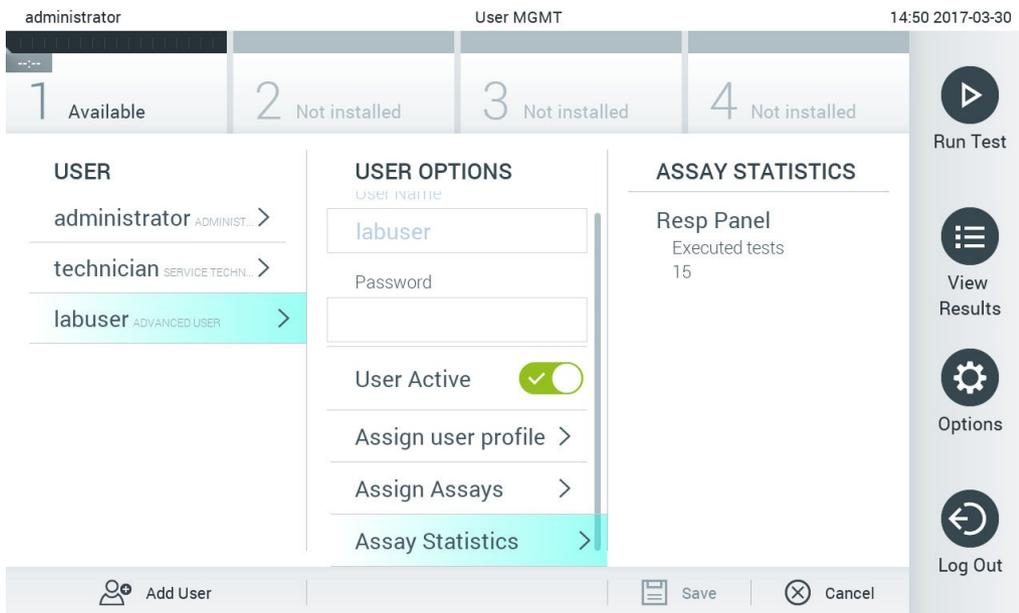

図 62. アッセイの統計を表示。
- Assay Statistics (アッセイの統計) : 選択したユーザーがアッセイを実行した回数を表示します (図 62)。